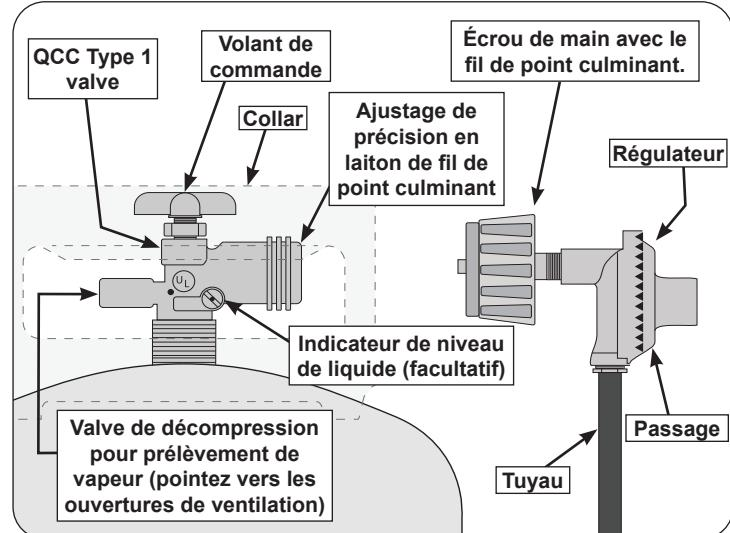

Fig. 8-1 Type coupleur de fil de point culminant d'I
- d. La bouteille utilisée doit comporter un collier pour protéger le robinet de la bouteille. Le système d'alimentation de la bouteille doit être conçu pour le retrait de la vapeur. Voir Fig. 8-1.
- e. Lorsqu'il est utilisé avec une bouteille, le système d'alimentation en gaz doit être utilisé avec un régulateur de pression. Le régulateur de pression et l'ensemble de tuyau (**non fourni**) utilisés doivent correspondre à la spécification de type I par ANSI Z 21.58/CGA 1.6 et doivent être conformes à UL 144 en tant que partie du système d'alimentation en gaz propane autonome (voir Fig. 8-1).
Pour déconnecter: tournez l'écrou à main dans le sens antihoraire jusqu'à ce qu'il soit détaché (Fig. 8-1)